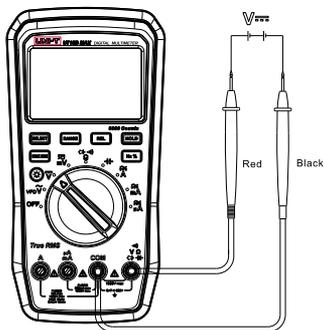

Figure 4
2. Mesure de la Tension CC (Figure 4)